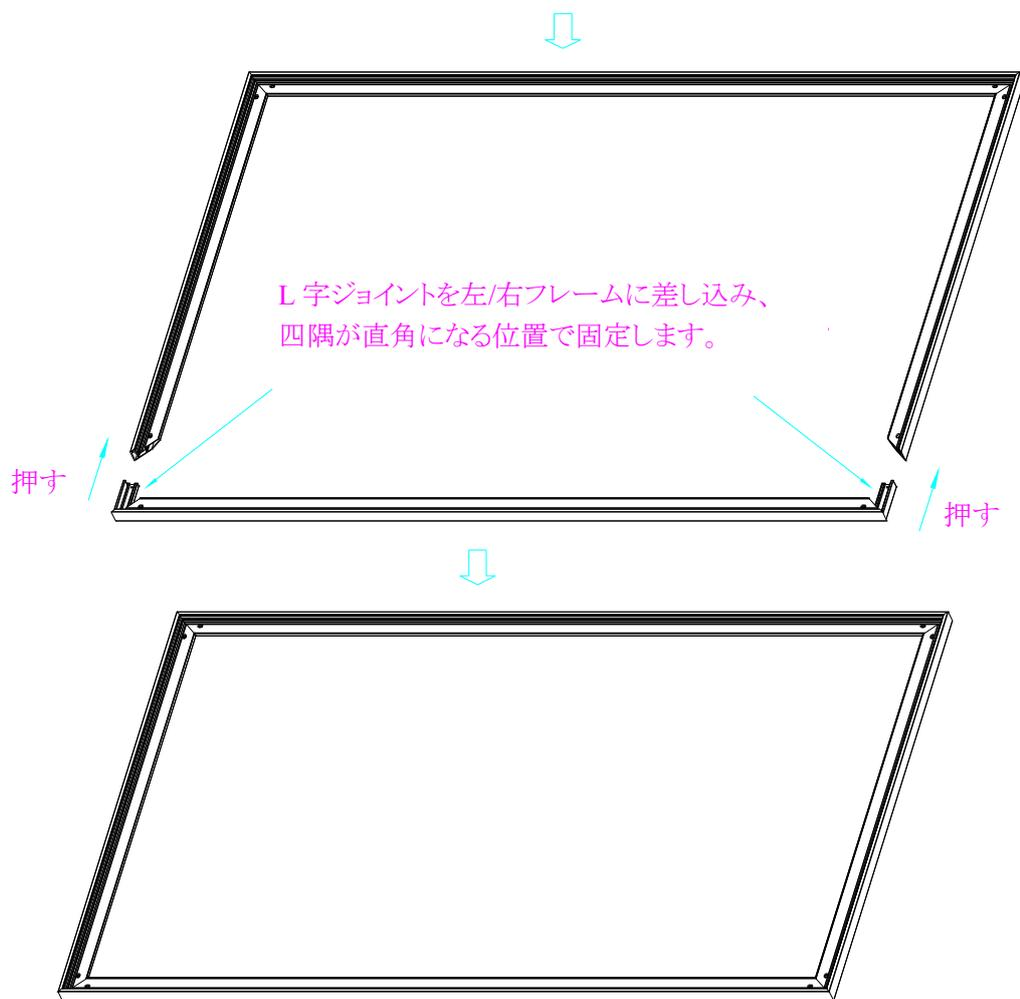

図 2
4. フレームの四つの辺を図 2 のように結合します。
アコースティックプロ 1080 素材と裏地ブラック素材を取り付けた後、固定プレートを使用してスクリーン素材の位置を固定します(図1~3)。フレーム上に等間隔で印されているマーク(図1)に合わせて固定プレートを取り付けてください(次ページも参照ください)。固定プレートの先端(図2)でフレーム背面の淵(ふち)の部分をつまむようにしてしっかりと取り付け、スクリーン素材および裏地ブラック素材が動かないようにします。